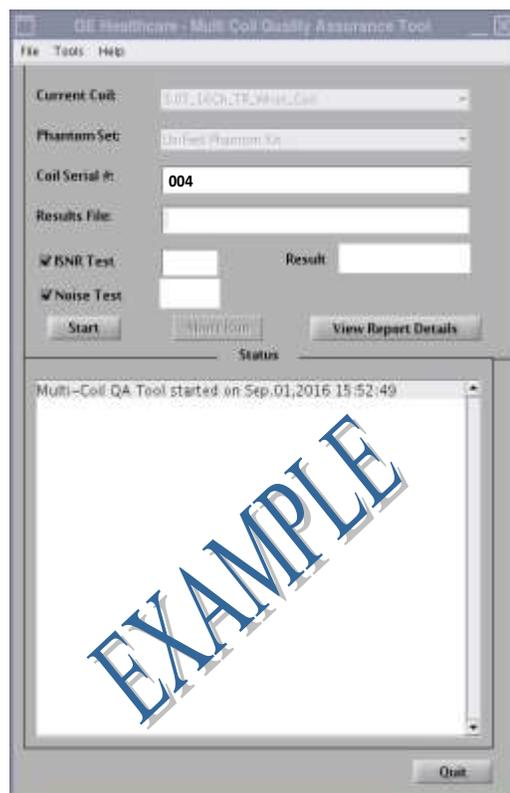

Рис. 3
Поле Current Coil (Подключенная катушка) будет заполнено автоматически (Рис. 3) на основании идентификационных данных катушки, подключенной к LPCA. Введите серийный номер тестируемой катушки в поле Coil Serial # (Серийный номер катушки).
2. Нажмите кнопку **[Start]** (Пуск), чтобы начать автоматический тест, как показано на Рис. 3.